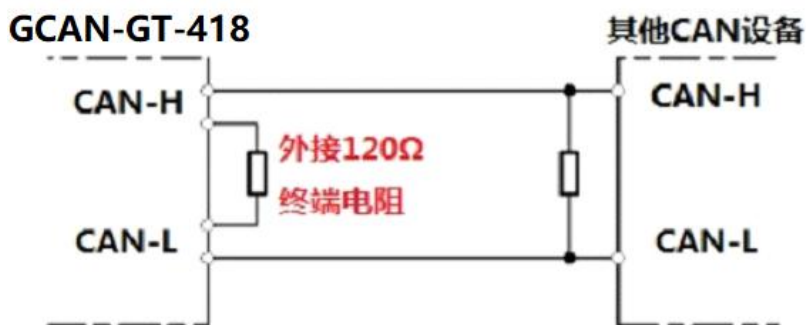

图 3.2 GCAN-GT-418 与其他 CAN 节点设备连接
为了增强 CAN 通讯的可靠性，消除 CAN 总线终端信号反射干扰，CAN 总线网络最远的两个端点通常要加入终端匹配电阻，如图 3.2 所示。终端匹配电阻的值由传输电缆的特性阻抗所决定。例如双绞线的特性阻抗为  $120\Omega$ ，则总线上的两个端点也应集成  $120\Omega$  终端电阻。如果网络上其他节点使用不同的收发器，则终端电阻须另外计算。
**请注意：**GCAN-GT-418 系列模块的 CAN 总线内部未集成  $120\Omega$  终端电阻。如果节点数目大于 2，中间节点不需要安装  $120\Omega$  的终端电阻。需要使用时，将电阻两端分别接入 CAN\_H、CAN\_L 即可，如图 3.2 所示。